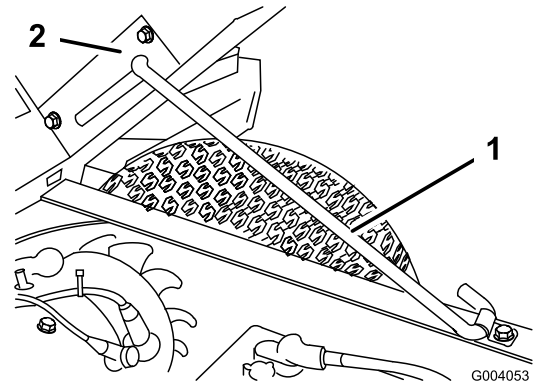

Bild 28
2. Ziehen Sie die Stützstange in die Auskerbung, um die Staubox zu befestigen (Bild 28).